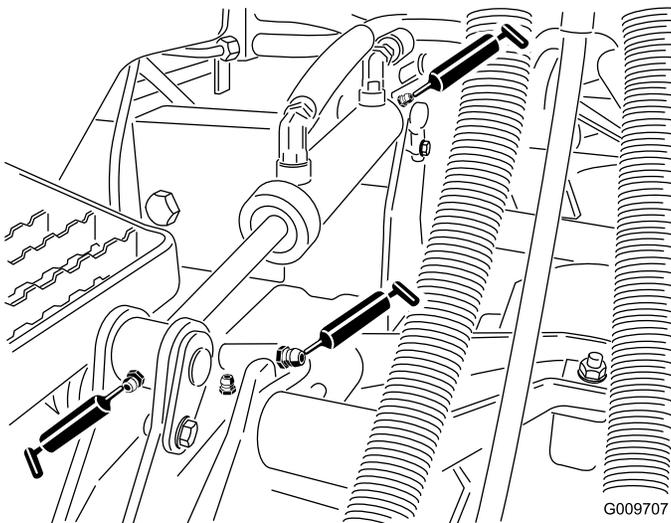

Figura 26
- Casquilhos do braço de elevação (1 por plataforma) (Figura 26)
- Casquilhos do cilindro de elevação (2 por plataforma) (Figura 26)